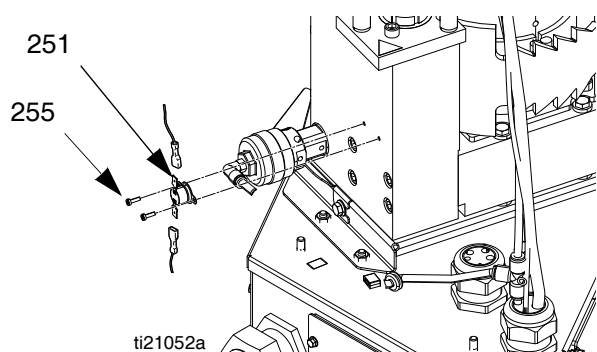

FIG. 41
11. Instale los aisladores (53, 75) en el conjunto del fundidor (5).
12. Conecte el terminal de anillo (87) del cable de tierra y el tornillo de conexión a tierra (88) con el conjunto del fundidor (5).
13. Conecte los conectores de cables al interruptor de sobretensión (251). Vea la FIG. 41 en la página 71.
14. Use las tuercas (3) para instalar la cubierta de metal (27).
15. Extraiga el tubo de aire de la válvula de alivio (36) por el alojamiento de metal y luego conecte el tubo de aire a la válvula de alivio (245).
16. Instale la puerta de acceso delantero (10) en el armario eléctrico (1).
18. Vuelva a conectar todas las mangueras calefactadas al colector de salida del fundidor (203).
10. Desconecte los conectores de cables del interruptor de sobretensión (251). Vea la FIG. 41 en la página 71.
11. Extraiga el cable del armario eléctrico y luego deseche el sensor (125) y los cables.
1. Pase los nuevos cables del mazo de cables por el ojal (63) en la parte superior del armario eléctrico.
2. Conecte los conectores de cables al interruptor de sobretensión (251). Vea la FIG. 41 en la página 71.
3. Coloque el sensor de temperatura del calentador de banda (125) en el fundidor.
4. Ajuste el tornillo (AA).
Desmontaje (vea la FIG. 41):
Volver a montar (vea la FIG. 41):